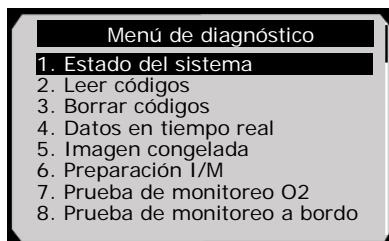

Figura 6.3
- 7) Vea un resumen del estado del sistema (estado de MIL, conteos de DTC, estado del monitor) en la pantalla. (Figura 6.1) Presione el botón **ESC** para ver la pantalla **Menú de diagnóstico** (Figura 6.3).
- 1) Use el botón de desplazamiento hacia **ARRIBA/ABAJO** para seleccionar la opción **Leer códigos** de **Menú de diagnóstico** y presione el botón **OK**. (Figura 6.3)
- 1) Para ver los datos en tiempo real, use el botón de desplazamiento hacia **ARRIBA/ABAJO** para seleccionar la opción **Datos en tiempo real** en **Menú de diagnóstico** y, a continuación, presione el botón **OK**. (Figura 6.3)